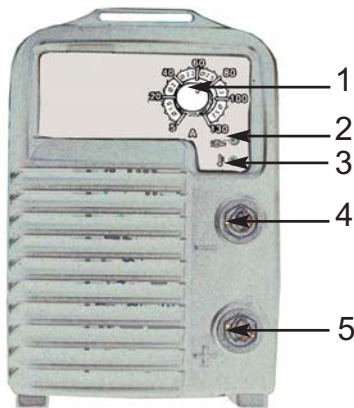

Abb.1
**1. Drehknopf zur Einstellung des Ausgangsstroms:** der Potentiometer wird verwendet, um den Ausgangsstrom für das Schweißen zu regeln (Abb.1).
**2. LED Maschine eingeschaltet:** Präsenz Versorgungsspannung (Abb.1).
**3. LED Wärmeschutz:** schaltet ein, wenn die Maschine überhitzt ist und der Ausgang unterbrochen wurde. Dies geschieht normalerweise, wenn der Aussetzfaktor der Maschine überstiegen wurde. Prüfen Sie, ob die Lüftungsgitter auf der Rückseite und auf der Seite der Maschine verstopft sind. Lassen Sie die Maschine eingeschaltet, um die internen Komponenten abzukühlen. Wenn das LED ausschaltet, können die normalen Schweißarbeiten wieder aufgenommen werden (Abb. 1).
**4. Schnellanschluss Negativer Pol:** negativer Ausgangsanschluss für den Schweißkreis (Abb.1).
**5. Schnellanschluss Positiver Pol:** positiver Ausgangsanschluss für den Schweißkreis (Abb. 1)
Legen Sie zuerst fest, welches die richtige Polung für die zu verwendende Elektrode ist (lesen Sie die auf der Elektrodenpackung angegebenen Daten). Schließen Sie dann die Schweißkabel entsprechend der gewählten Polung an die Ausgangsklemmen der Maschine an (4,5 von Abb.1).